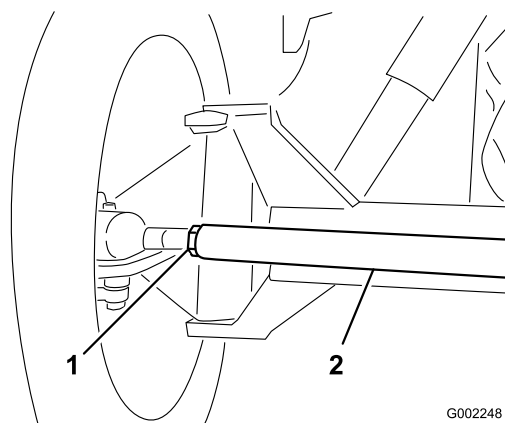

Figure 52
3. Si les mesures sont hors spécifications, desserrez les écrous de blocage aux deux extrémités de la biellette (Figure 52).